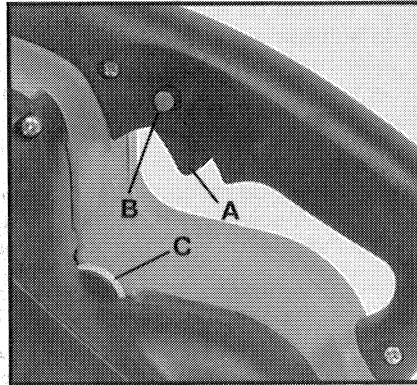

Fig. 2
2. Appuyez sur l'interrupteur à gâchette (A), Fig. 2, pour mettre le moteur en marche. Relâchez la gâchette pour arrêter le moteur.
3. **BOUTON DE BLOCAGE** – Le bouton de blocage (B) posé sur la machine a pour but de garder le moteur en marche tout en tenant l'interrupteur à gâchette à la position ON.
La vitesse se règle en tournant la molette, (C) Fig. 2. La position No. 1 de la molette assure la vitesse de marche la plus lente (850 SFM) et la position No. 6 la plus rapide (1300 SFM). On peut modifier la vitesse pendant que le moteur tourne ou pendant qu'il est à l'arrêt.